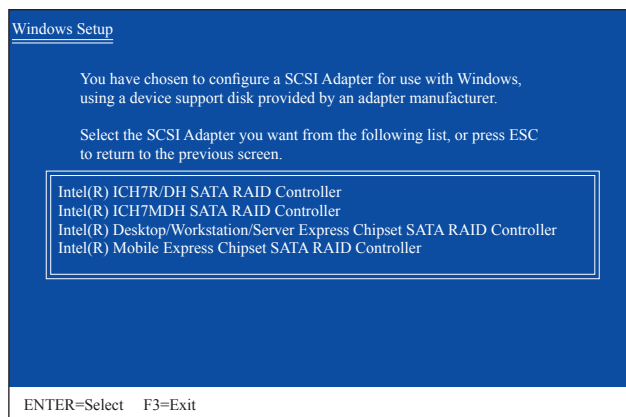
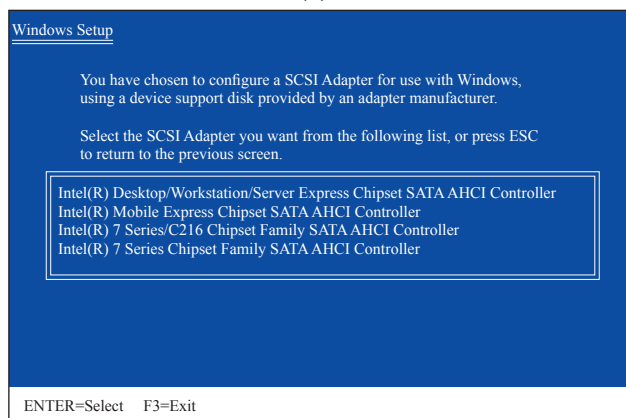

図 2
図 3
SATA RAID/AHCIドライバを含むフロッピーディスクを挿入し、<Enter>を押します。次に、以下の図 2 のようなコントローラメニューが表示されます。**Intel(R) Desktop/Workstation/Server Express Chipset SATA RAID Controller**を選択し、<Enter>を押します。AHCI モードの場合、キーボードの矢印キーを使用して **Intel(R) 7 Series/C216 Chipset Family SATA AHCI Controller** アイテムにスクロールし <Enter> を押します(図 3)。